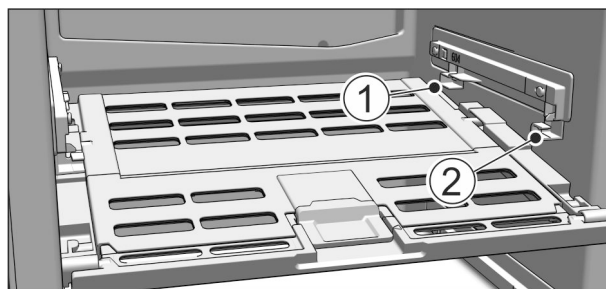

Fig. 51
► Nasadenie veka priečinka na ovocie a zeleninu: Výstupky veka zaveďte zdola do zadného držiaka Fig. 51 (1) a zasuňte do predného držiaka Fig. 51 (2).